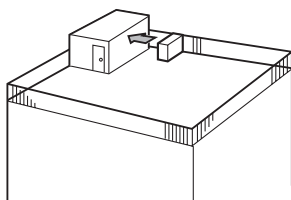

Fig. 2-3
- ① Ustawić wylot powietrza w kierunku najbliższej ściany, zachowując odległość ok. 50 cm. (Fig. 2-3)